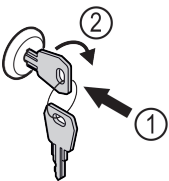

Fig. 175 Примерное изображение
- ▶ Вставьте ключ Fig. 175 (1).
- ▶ Поверните ключ на 90° по часовой стрелке Fig. 175 (2).